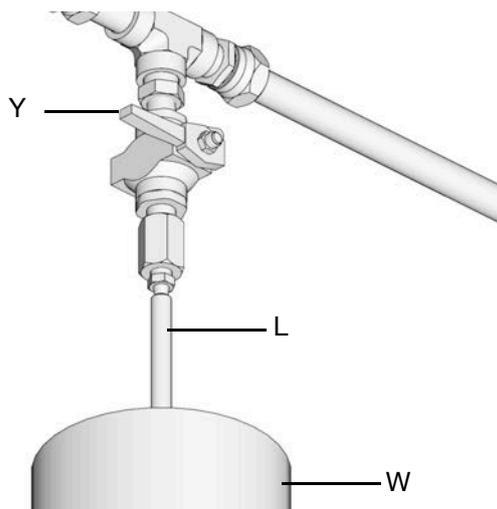

FIG. 24
1. Pour relâcher la pression entre la pompe de remplissage (F) et la vanne du mécanisme d'arrêt du remplissage automatique (B), ouvrir la vanne de décompression du flexible d'alimentation (Y) (FIG. 24). La pression est relâchée et l'excès de fluide est évacué par le tube de vidange (L) et dans le récipient de débordement (W).